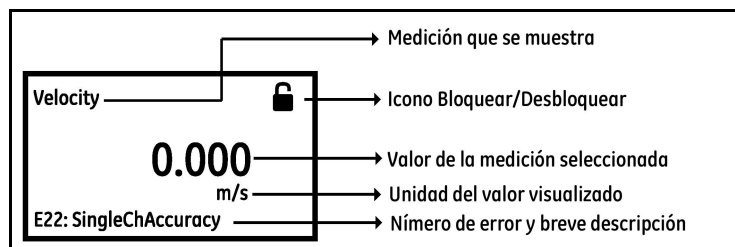

Figura 48: Pantalla de medición
Tras el encendido, si la *pantalla de medición del caudalímetro* (consulte la Figura 48) muestra un icono de bloqueo en la parte superior derecha, siga estos pasos para desbloquear el medidor desde el teclado.
- Por último, *pantalla de medición* (consulte la Figura 48)
Esta pantalla (consulte la Figura 48) se denomina “*pantalla de medición*” en todo este capítulo. El usuario puede elegir la medición que se mostrará en la pantalla a partir de una lista de opciones. El indicador de error de la esquina inferior izquierda de la pantalla estará en blanco si no hay errores en el caudalímetro.